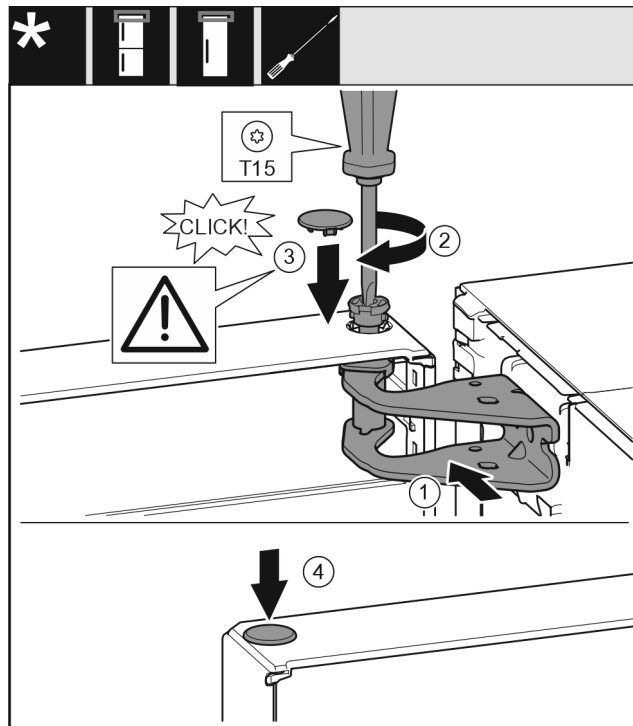

Fig. 21
- ▶ Duris viršuje išlygiuokite į atraminės gembės angą. Fig. 21 (1)
- ▶ Įstatykite kaištį Fig. 21 (2) ir tvirtai prisukite atsuktuvu.
- ▶ Durims užfiksuoti sumontuokite apsauginę dengiamąją plokštelę Fig. 21 (3): uždėkite apsauginę dengiamąją plokštelę ir patikrinkite, ar ji priglunda prie durų. Kitu atveju įstatykite iki galo varžtą.
- ▶ Įstatykite kamštį Fig. 21 (4).